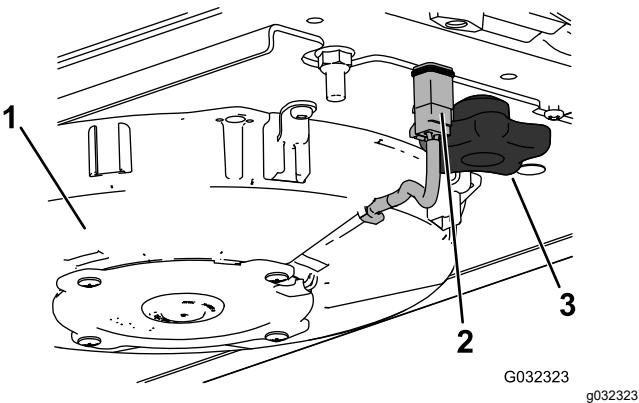

**Figure 116**
4. Faites pivoter le filtre sur les languettes jusqu'à ce que le pêne s'enclenche dans la gâche (Figure 116).